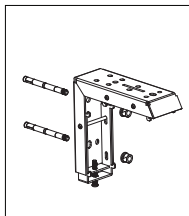

图4
b. 混凝土墙壁或楼底: 取挂板贴在要安装的位置上, 用笔标记挂板大孔位置, 钻制膨胀螺丝底孔后敲入M8膨胀螺丝; 再套入挂板, 拧紧螺母。完成挂板固定。(图4、图5)